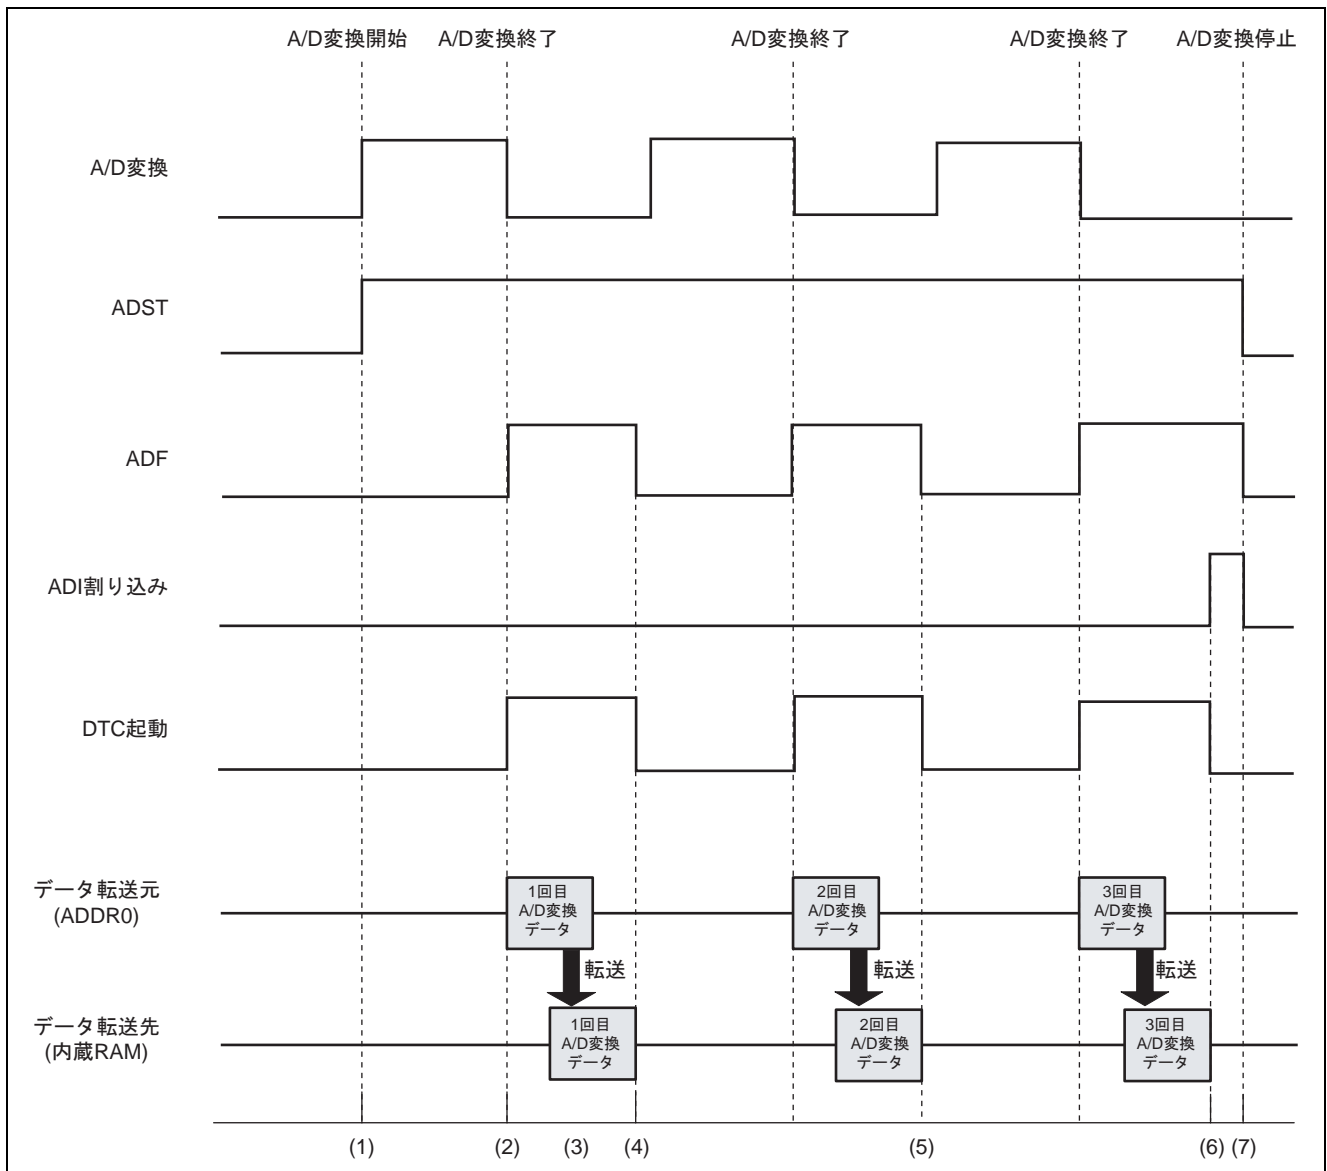

図 4 A/D 変換と DTC 転送のタイミング
A/D 変換と DTC 起動および転送のタイミングを図 4 に示します。また、処理内容を表 3 に示します。
まず、ADI 割り込みを許可に設定後、ADST ビットを '1' にセットして A/D 変換を開始します (図 4 (1))。A/D 変換終了により、ADF ビットが自動的に '1' にセットされると、ADI 割り込み要求が発生し、DTC が起動されます (図 4 (2))。ただし、ADI 割り込み要求が起きても、DTC が起動された場合、割り込みは発生しません。そして ADDR0 に格納された A/D 変換データが、事前に確保した RAM 領域に DTC によって転送されます (図 4 (3))。データ転送が終了すると ADF ビットは自動的にクリアされます (図 4 (4))。本応用例の A/D 変換は連続スキャンモードのため、ADST ビットは自動的にクリアされません。ADST ビットは操作せずに、A/D 変換と DTC 転送を 2 回繰り返します (図 4 (5))。最後 (3 回目) の DTC 転送が終了し ADF ビットが '1' にセットされると、DTCE ビットが自動的にクリアされ、ADI 割り込みが発生します (図 4 (6))。ADI 割り込み内で、ADST ビットをクリアし、A/D 変換を停止させます (図 4 (7))。